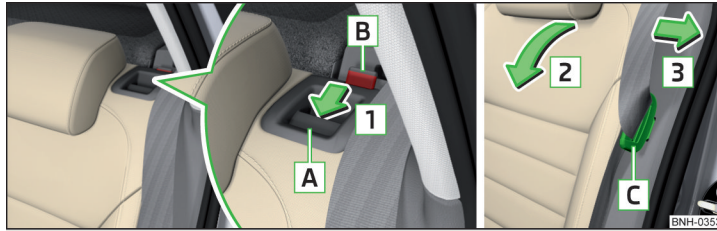

Abb. 66 Sitzlehne vorklappen / Bereitschaftsstellung des Sicherheitsgurts
- › Die Schlosszunge **C** des Sicherheitsgurts in die Öffnung in der Seitenverkleidung stecken - Bereitschaftsstellung » Abb. 66.
› Den hinteren äußeren Sicherheitsgurt zur Seitenverkleidung in Pfeilrichtung **3** ziehen » Abb. 66.
› Die Schlosszungen **C** der äußeren Sicherheitsgurte in die Öffnungen in der Seitenverkleidung stecken - Bereitschaftsstellung » Abb. 66.